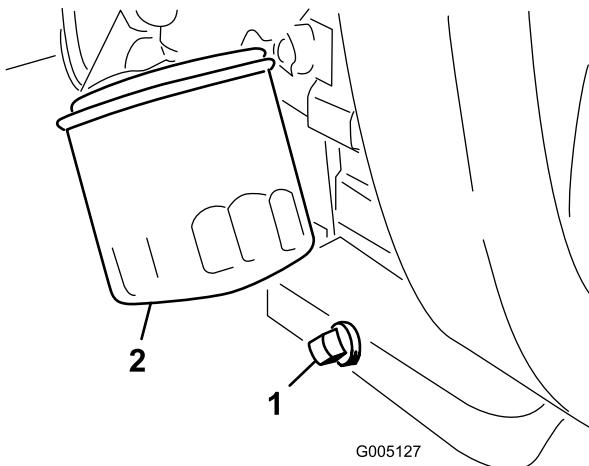

Figura 44
1. Togliete il tappo di spуро (Figura 44) e lasciate defluire l'olio in una bacinella. Quando l'olio cessa di defluire, rimontate il tappo.
2. Togliete il filtro dell'olio (Figura 44). Spalmate un leggero strato di olio pulito sulla nuova guarnizione del filtro.